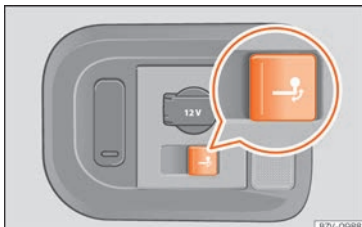

Abb. 279 Im Gepäckraum rechts: Taste zur Entriegelung der Anhängerkupplung.
- Ziehen Sie kurz an der Taste »» **Abb. 279**. Die Anhängerkupplung wird automatisch entriegelt und dreht selbsttätig heraus. Die Kontrollleuchte der Taste blinkt.
- Ziehen Sie kurz an der Taste »» **Abb. 279**. Die Anhängerkupplung wird elektrisch entriegelt.
- Wenn die Kontrollleuchte der Taste »» **Abb. 279** → *blinkt*, ist die Anhängerkupplung noch nicht vollständig eingerastet oder beschädigt »» ⚠.
- Wenn die Kontrollleuchte bei geöffneter Heckklappe »» **Abb. 279** → *dauerhaft leuchtet*, ist die Anhängerkupplung vollständig eingerastet, sowohl in eingezogener als auch in herausgeschwenkter Stellung.
»» **Abb. 279**, wenn ein Anhänger oder ein Gepäckträger oder anderes Zubehör auf der Anhängerkupplung eingehängt ist.